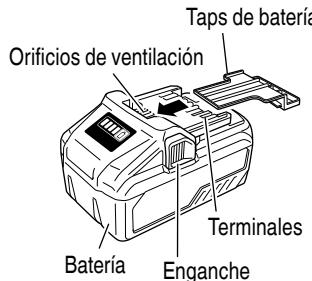

Fig. 3
- **Instale el paquete de baterías en la herramienta eléctrica o almácénelo presionando la tapa de baterías hasta que se oculten los orificios de ventilación para evitar cortacircuitos. (Ver Fig. 3)**